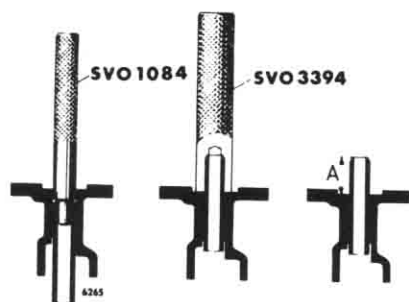

Fig 14.
2. Smörj styrningarna utvändigt och pressa i dem med dorn SVO 3394, se fig 14. Måttet A skall vara 17 mm.